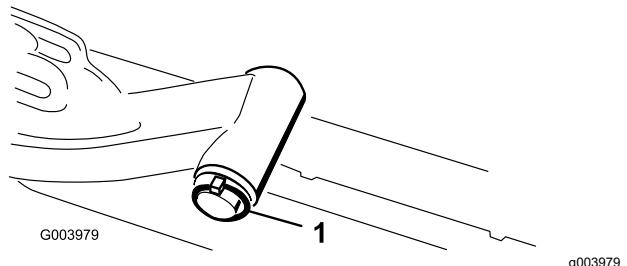

图 18
- A. 拆下将提升臂枢轴固定至提升臂的保险销和垫圈将提升臂枢轴滑出提升臂 (图 18)。